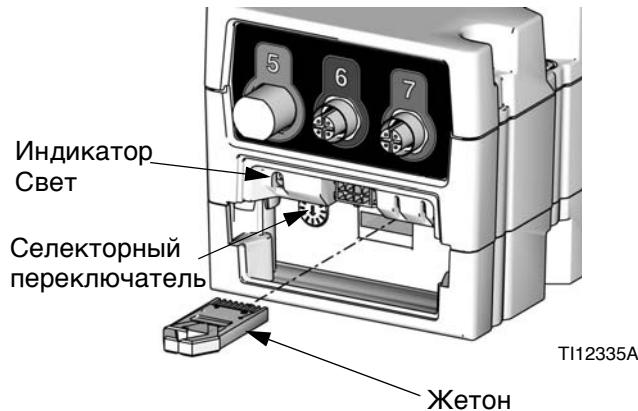

Рис. 58: FCM – обновление программного обеспечения
7. Установите для селекторного переключателя значение «A» для плунжера А или «B» для плунжера В. См. Рис. 58.